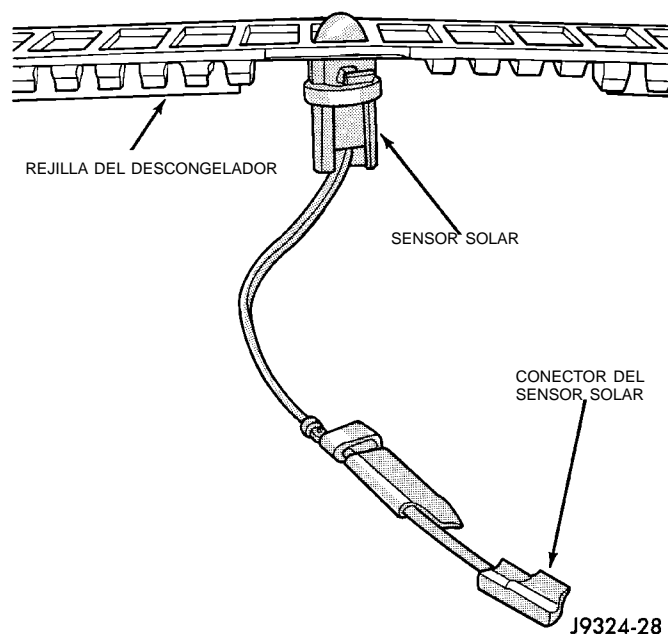

Fig. 43 Sensor solar
- (3) Levante el panel superior del cubretablero lo suficiente como para poder acceder por debajo del mismo al sensor solar, que se encuentra emplazado entre las salidas central y derecha del descongelador.
- (4) Retire el sensor del panel superior del cubretablero haciendo un movimiento giratorio (Fig. 43).